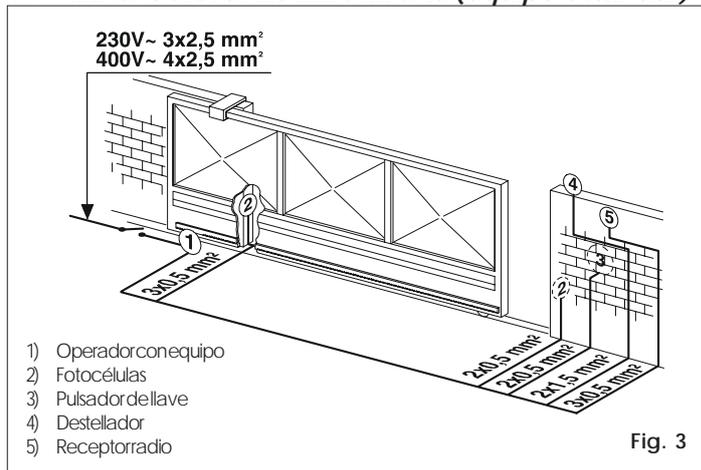

Fig. 3
- 4) Prepare los cables eléctricos para la conexión con los accesorios y la alimentación eléctrica, como se muestra en la Fig.3. Para efectuar fácilmente las conexiones, haga salir los cables unos 40 cm del orificio (Fig.5-6 ref.1) de la placa de cimentación.
Siga los puntos 10, 11, 12, 13, 14 de las OBLIGACIONES GENERALES PARA LA SEGURIDAD. Siguiendo las indicaciones de la Fig. 3 prepare los cables en las canalizaciones y efectúe las conexiones eléctricas con los accesorios elegidos. Separe siempre los cables de alimentación de los cables de mando y de seguridad (pulsador, receptor, fotocélulas etc.). Para evitar cualquier interferencia eléctrica utilice vainas separadas.